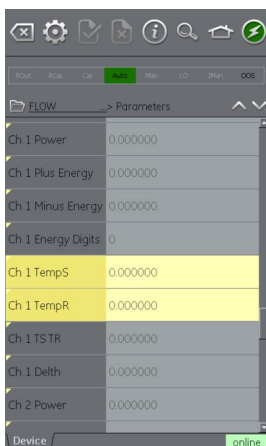

Рисунок 10-20: Средство поиска функций
5. В окне Function Finder (Средство поиска функций) отобразится соответствующая функциональная группа в представлении устройства. Все найденные переменные выделяются желтым. См. рис. 10-20.